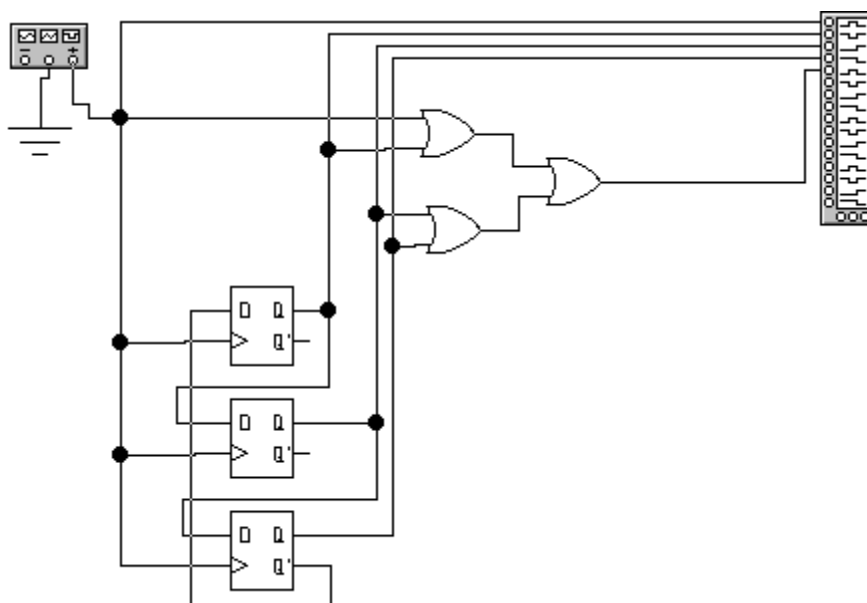

Fig. 4. Schema electrică a regimului dinamic cu elementul SAU.
2.6. Construiți schema electrică prezentată în Fig. 4.